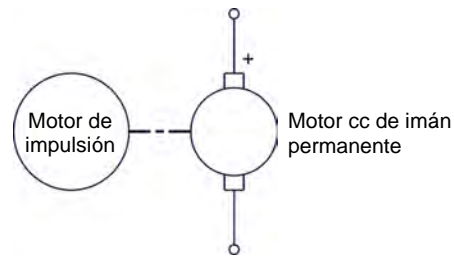

Figura 11. Motor de impulsión acoplado a un motor cc de imán permanente (sin carga eléctrica conectada al motor).
20. Configure el equipo como se muestra en la figura 11. En este circuito, no se conecta ninguna carga a la salida del Motor cc de imán permanente.